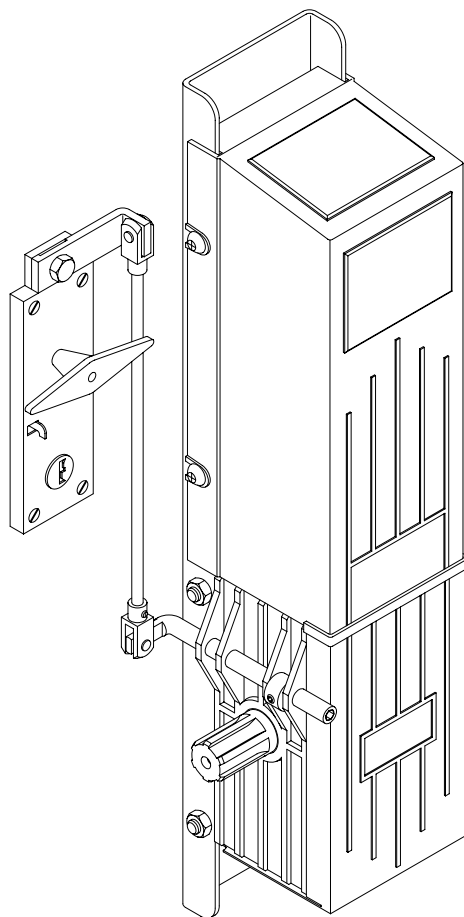

Fig.12
7.2 Sblocco interno a maniglia con chiave personalizzata (fig. 12).
7.2 Handle internal release with personalized key (fig. 12).
7.2 Débloccage interne à manivelle et clé personnalisée (fig. 12)
7.2 Desbloqueo interior a manilla con llave personalizada (fig.12).